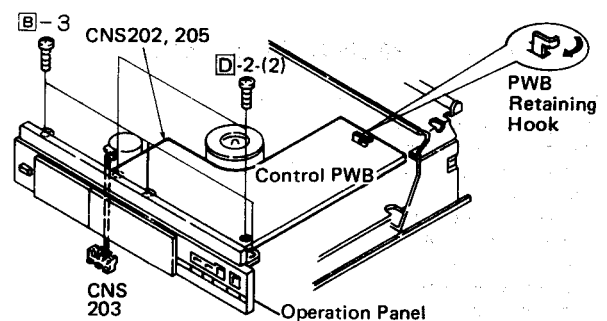

Figure 4-3
3. Remove three screws from the operation panel, and take the operation panel off. See Fig. 4-3.
3. Drei Schrauben von der Bedienungsplatte entfernen, dann die Bedienungsplatte abnehmen. Siehe Abb. 4-3.
3. Déposer les trois vis du panneau d'opération et déposer le panneau d'opération. Voir la Fig. 4-3.
- (1) Disconnect three sockets (CNS202, 203 and 205). See Fig. 4-3.
- (2) Remove two screws from the control PWB, and straighten its hooking part by using a needle nose pinchers and take the control PWB off. See Fig. 4-3.
(1) Drei Anschlüsse (CNS202, 203 und 205) trennen. Siehe Abb. 4-3.
(2) Zwei Schrauben von der Steuerungs-Leiterplatte entfernen, ihren Hakenteil mit einer spitzen Zange geraderichten und die Steuerungs-Leiterplatte abnehmen. Siehe Abb. 4-3.